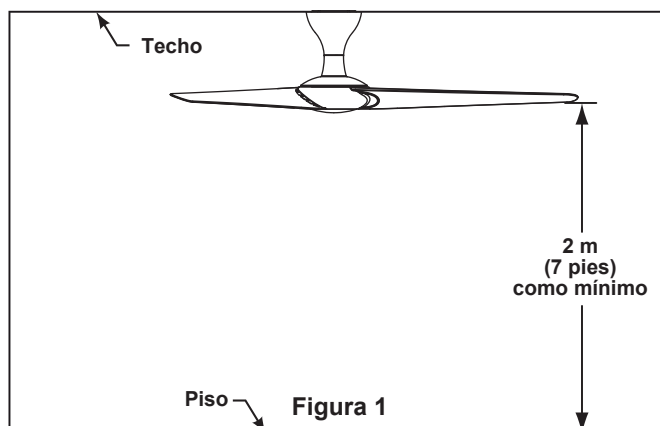

Figura 1
Caja de perfil bajo (Figura 1)
Las aspas del ventilador deben estar suspendidas, al menos, a 2 m (7') del piso (Figura 1)
1. Coloque el aspa en el ensamble del motor. Asegúrese de que el aspa esté completamente asentado sobre el volante del ensamble del motor. Coloque la placa de la pala sobre la pala con los orificios alineados e instale la placa en la rueda giratoria usando los tornillos de cabeza serrada, pero no los fije completamente. (Figura 1)
1. Deslice la carcasa por la vara del motor. (Figura 1)
Para evitar una posible descarga eléctrica, asegúrese de cortar la alimentación eléctrica de la caja de fusibles principal antes de alambrado el ventilador. (Figura 1)